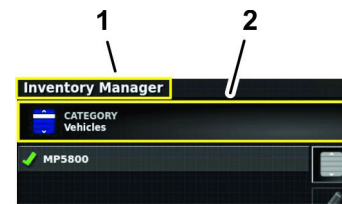

Bild 98
5. Wenn die Kategorie des Informationstyps (z. B. Produkte, benutzerspezifische Düsen, Felder, Jobs, Feldgrenzen, AB-Linien und Kurven), die Sie exportieren, nicht auf dem Kategorie-Symbol angezeigt wird, tippen Sie auf das Kategorie-Symbol (Bild 98).